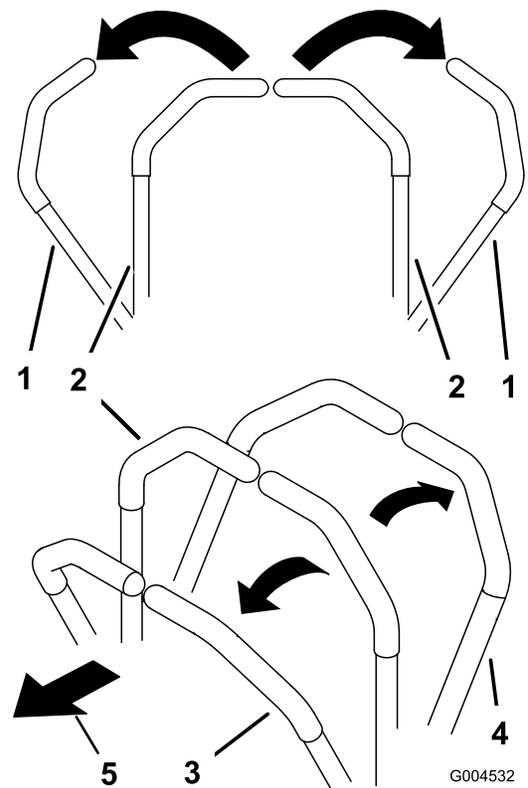

Figure 20
3. Pour vous déplacer en marche avant, poussez doucement les leviers de commande de déplacement vers l'avant (Figure 20).
Pour vous déplacer en ligne droite, appliquez une pression égale sur les deux leviers de déplacement (Figure 20).
Pour tourner, rapprochez du point mort le levier de commande correspondant à la direction que vous voulez prendre (Figure 20).
2. Pour vous déplacer en marche arrière, tirez doucement les leviers en arrière (Figure 20).
Pour tourner, relâchez le levier de commande correspondant à la direction que vous voulez prendre (Figure 20).